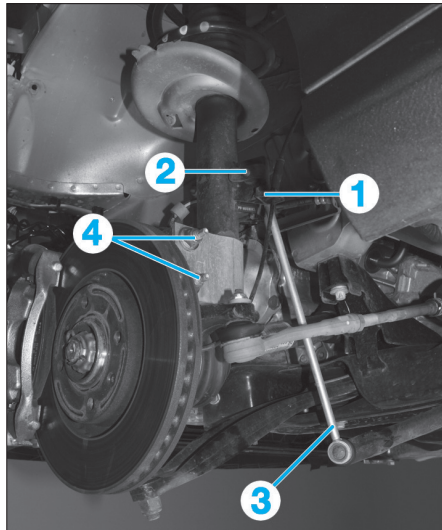

Fig. 10
- Ecarter le support de faisceau (1) (Fig.10).
- Déposer l'écrou (2).
- Ecarter la biellette de barre stabilisatrice (3).
- les vis de fixation (4) de l'élément de suspension sur le pivot,